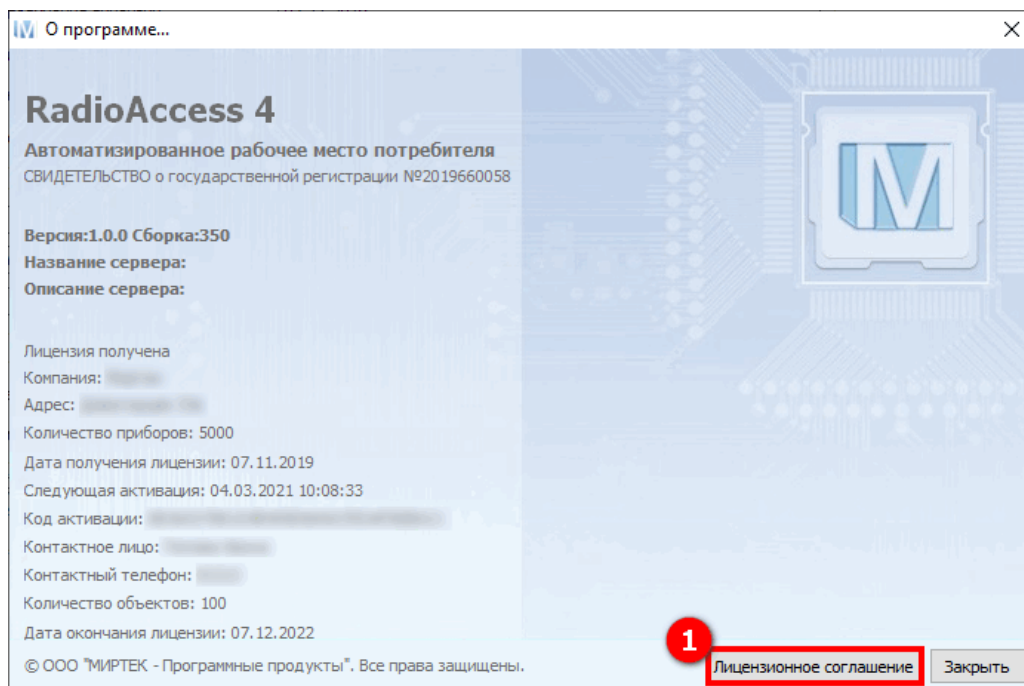

Рисунок 272 – Информационное окно RadioAccess 4 (РадиоАксесс 4)
Представляет собой информационное окно, которое отображает текущую версию ПО **RadioAccess 4 (РадиоАксесс 4)**, а также основные сведения о текущей лицензии (см. рисунок 272).
Нажимая кнопку **Лицензионное соглашение** (1) (см. рисунок 272) можно прочитать условия лицензионного соглашения.